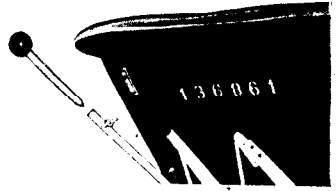

Abb. 7
12. Bei **feuchten pulverförmigen** Streustoffen **gekrümmte Wurfschaufeln** auf den Streuscheiben **verstellen** (siehe Abschnitt C)! Vergessen Sie bitte nicht, diese Schaufeln bei **gekrümtem Dünger** wieder in die **Normalstellung (N)** zu bringen.
13. Beim Streuen von Superphosphat, Kalkmergel und **feuchten, körnigen Düngern** (unsachgemäße Lagerung) nach jedem Leerstreuen den in den **Trichterspitzen** haften- den **Düngerring** mit der Hebelverlängerung der Seitenschaltung bei ZA-S (Abb. 7) und beim ZL-S mit dem Anschlagbolzen **entfernen**. Außerdem ist der Düngeransatz an **Streuschaufeln** und **Zufuhrtaschen** zu **beseitigen!**